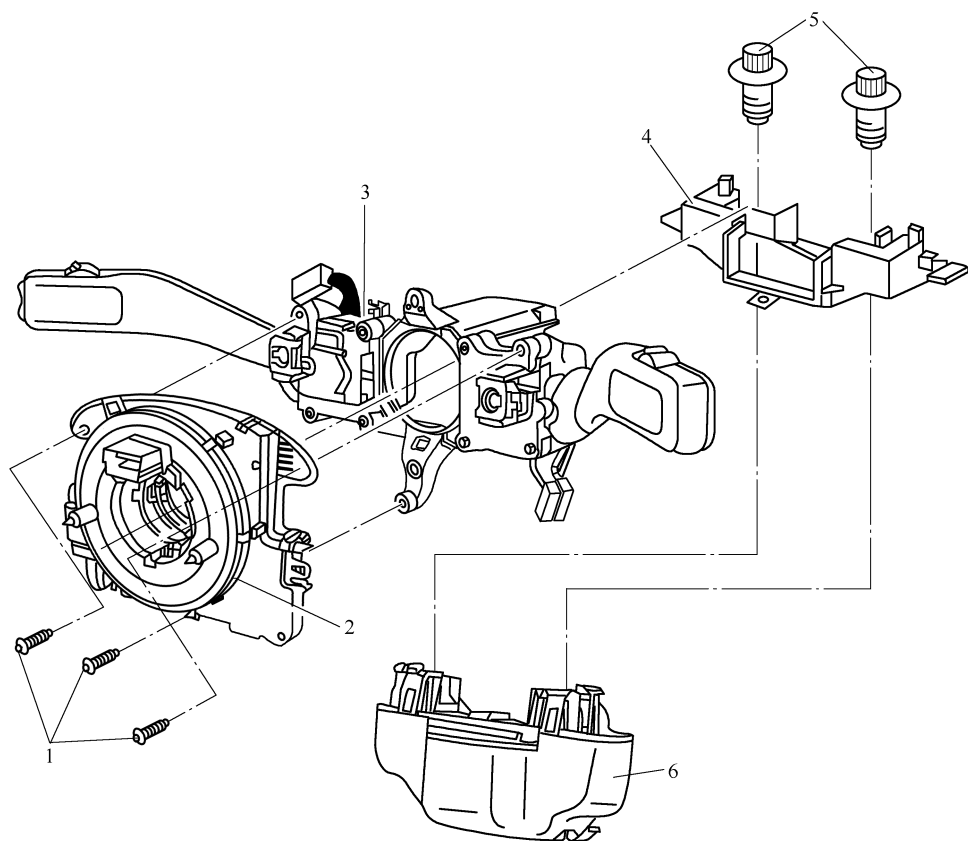

图 5-4-2 组合开关的分解图(制造商:Valeo)
2) 装配概述(制造商: Valeo), 如图 5-4-2 所示。